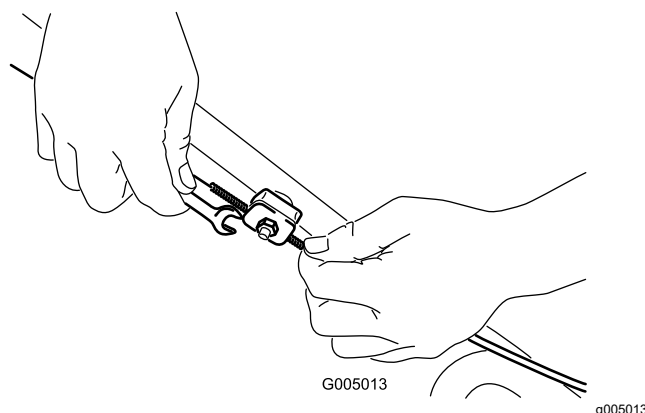

Figura 50
2. Afloje la tuerca del soporte del cable (Figura 50).